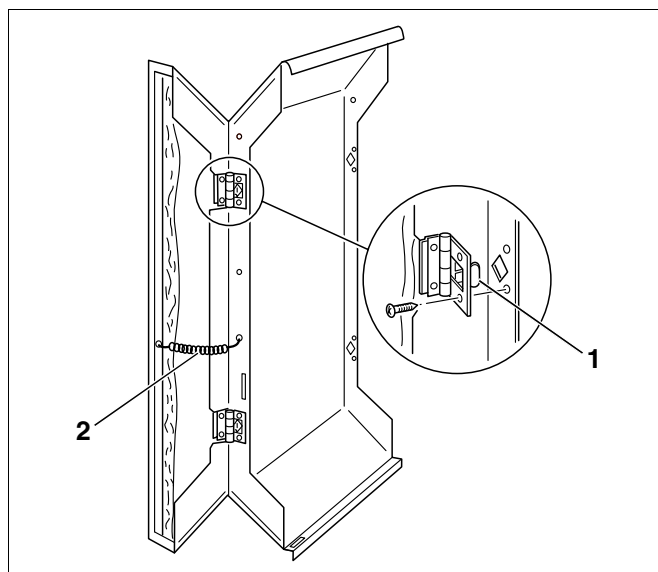

Fig. 49 Montering av sideveggklaffer
- Heng hakene til hengslene (Fig. 49, **Pos. 1**) på sideveggklaffen inn i utstansingen til den fremre sideveggen og sikre dem ved hjelp av metallskruer.
- Heng trekkfjæren (Fig. 49, **Pos. 2**) på sideveggen og sideveggklaffen.